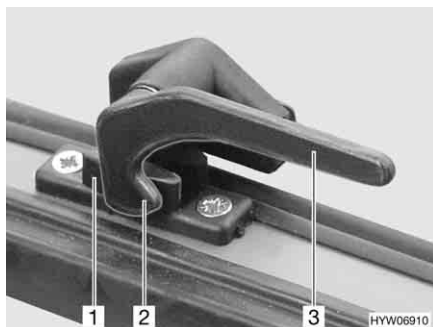

Bild 72 Låsarm i läget "stängd"
- Vrid alla låsarmar (Bild 72,3) ett kvarts varv mot luckans mitt.
- Vrid alla låsarmar (Bild 72,3) ett kvarts varv mot ramen. Låsspaken (Bild 72,2) sitter på insidan av lucklåset (Bild 72,1).
- I läget "helt stängt" (Bild 72)